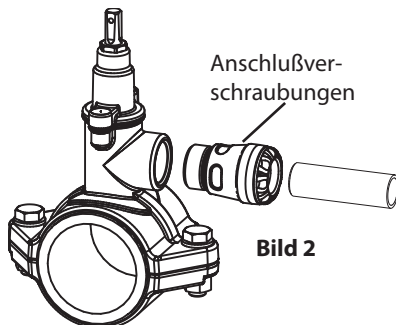

Bild 2
6. Die Armatur ist durch vollständiges Schließen und Öffnen auf einwandfreie Funktion zu prüfen. Für den Betrieb der Leitung und die Funktion der Rückdichtung ist die Armatur vollständig zu öffnen. Der Sitz der Nut-Dichtung ist vor Montage der Anschlußverschraubung zu prüfen (**Bild 2**).